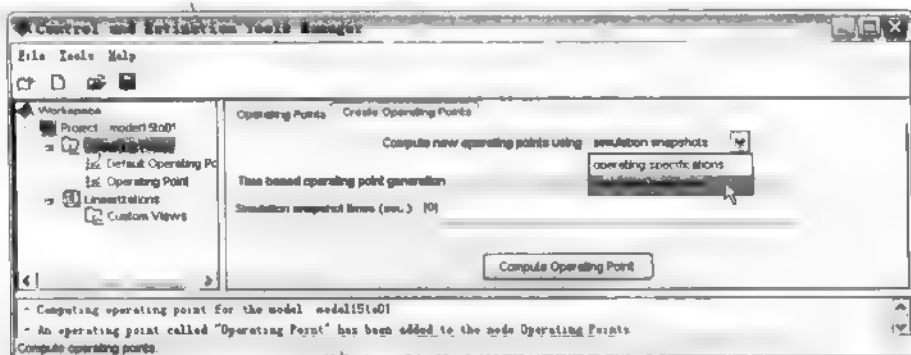
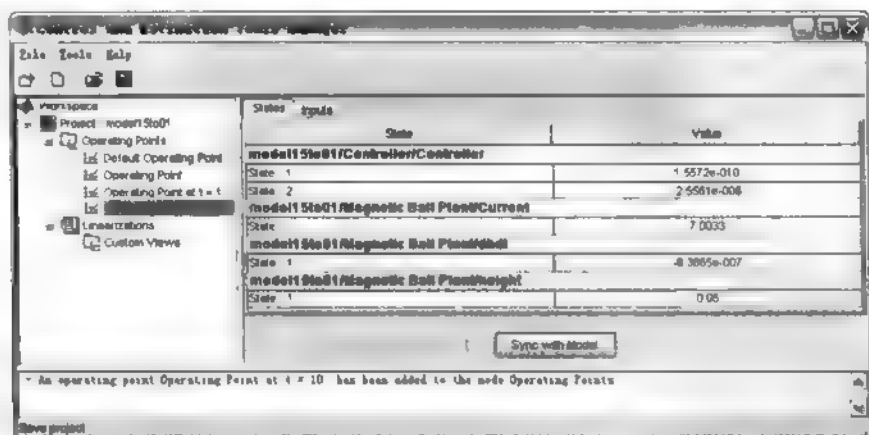

图 15.20 设置 Create Operating Points 选项卡
图 15.21 Simulation Snapshot Operating Point 结果
(1) 创建一个新的 1 作点, 在 Control and Estimation Tools Manager 窗口中选择 Operating Points 节点, 然后选择 Create Operating Points 选项卡。
(2) 在 Create Operating Points 选项卡中, 设置 Compute new operating points using 下拉列表框为 simulation snapshots, 如图 15.20 所示。
(3) 在 Simulation snapshot times 文本框中输入一个时间向量, 例如 $t=1$ 和 $t=10$ 时刻的工作点, 可输入 $[1,10]$ 。
(4) 单击图 15.20 中的 Compute Operating Point 按钮, Simulink Control Design 将对模型进行仿真, 并获取工作点。在工程数菜单中的 Operating Points 节点下面添加两个新节点, 标签分别为 Operating Point at $t=1$ 和 Operating Point at $t=10$, 选择其中一个节点进行查看, 如图 15.21 所示。